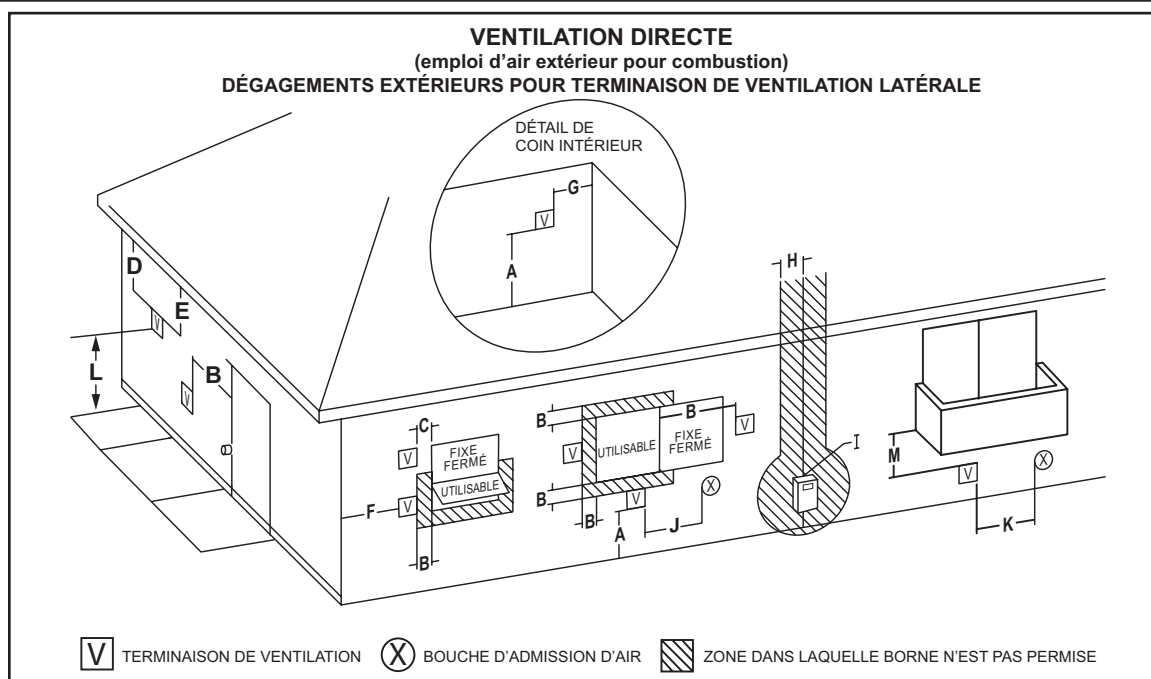

Figure 49
5. Lors de l'installation d'une terminaison concentrique à travers une paroi latérale, s'assurer que toutes les exigences de dégagement latéral extérieur pour la terminaison, illustrées à la Figure 49 à la page 37, sont maintenues. Ces dégagements et ceux cités par les codes locaux et nationaux doivent être maintenus.